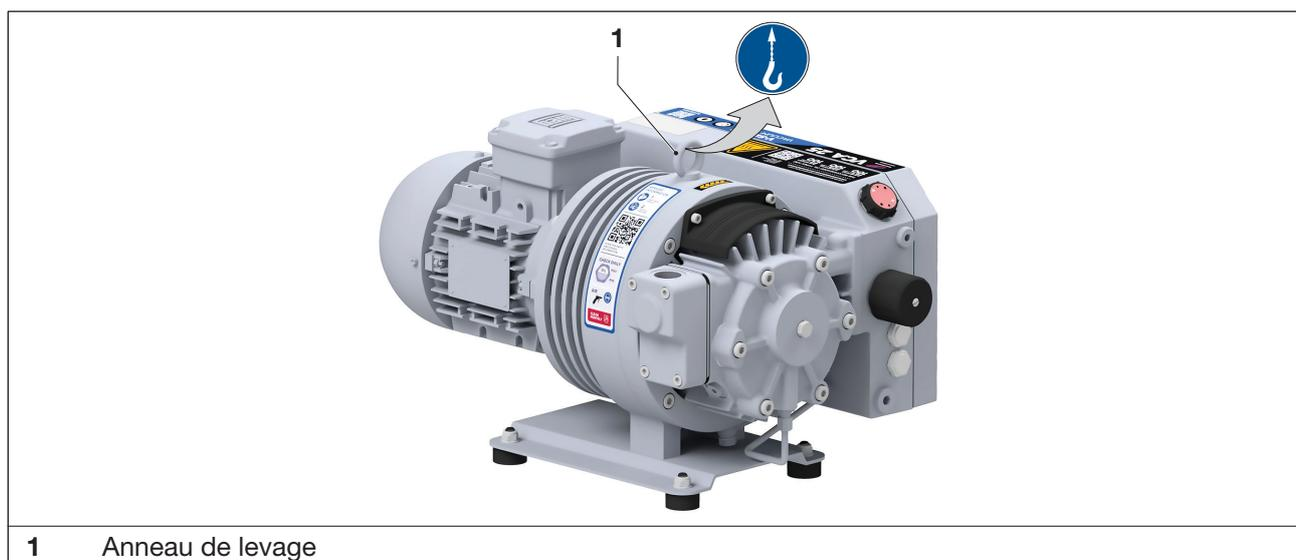

Fig. 1 Moyen de levage de la charge pour le levage et le transport
- b) Serrez fermement l'anneau de levage (Fig. 1/1).
- c) Pour lever la machine, attachez-la à un outil de levage par l'anneau de levage (Fig. 1/1).